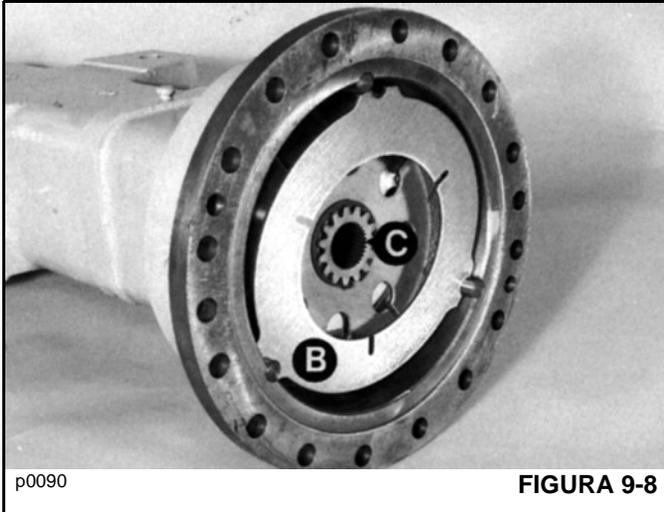

FIGURA 9-8
3. Há duas contraplacas B Figura 9-8, uma em cada extremidade do conjunto do freio, fixadas no transportador das placas C. Se as placas forem reutilizadas, anote sua posição e a direção em que estão instaladas. Em seguida, remova o conjunto do freio.
7. Instale uma contraplaca **B** (Figura 9-8) na carcaça e, em seguida, o conjunto do freio e a outra contraplaca. Verifique se a extremidade chanfrada do transportador do freio **C** está voltada para o lado oposto da cabeça de acionamento. Retorne as contraplacas reutilizadas às suas posições originais. Empurre o conjunto do freio até assentar completamente.